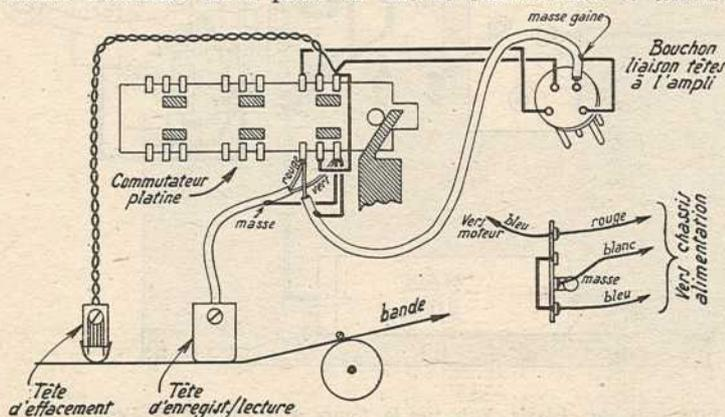

FIG. 6. — Câblage du commutateur de la platine
**Câblage de la platine.** — La figure 6 montre le câblage du commutateur à glissière de la platine, dont deux circuits seulement sont câblés et les liaisons entre ces circuits et les têtes d'effacement et d'enregistrement/lecture. Cette dernière comporte un petit fil blindé à deux conducteurs rouge et vert, le blindage étant isolé. On remarquera que la gaine métallique est reliée au fil isolé vert et à une cosse du commutateur. De même, c'est le blindage du fil blindé à un conducteur qui est utilisé pour la liaison à une des cosses du bouchon.
La platine comporte également, comme indiqué par la figure 6, une barrette relais à 4 cosses dont trois cosses sont reliées aux trois fils de l'alimentation se terminant
En supposant qu'en limiteuse le montage est celui de la figure 5 et qu'en montage normal l'écran et la plaque sont à la même tension, obtenue avec  $R_a = 1 \text{ k}\Omega$ , par exemple, on obtient le montage AM-FM de la figure 6. Pour les valeurs de  $R_k$  et  $R_a$ , adopter celles de la lampe MF de l'étage précédent du tuner considéré.